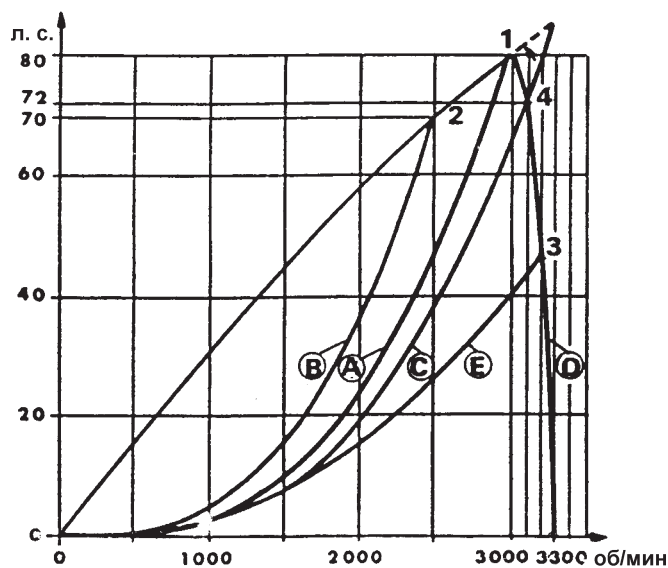

Рис. 2
Пример, показанный на рис. 2:
1. Идеальный гребной винт потребляет всю мощность при номинальных оборотах двигателя (рис. 2, кривая А).
2. «Тяжелый» гребной винт (рис. 2 кривая В) не дает развить полные обороты двигателя (рис. 2.2). Судно не достигнет своей максимальной скорости. Двигатель сильно «дымит».
3. «Легкий» гребной винт (рис. 2 кривые Е, Д) не потребляет полную мощность двигателя при номинальных оборотах, но при более высоких оборотах на кривой регулятора (рис. 2.3) и не на кривой полной нагрузки. Таким образом часть мощности двигателя тратится впустую, и падает КПД.
#### 1. Гребной винт без запаса мощности (рис. 2, кривая А).
## 2. Гребной винт с запасом мощности (рис.2, кривая С).